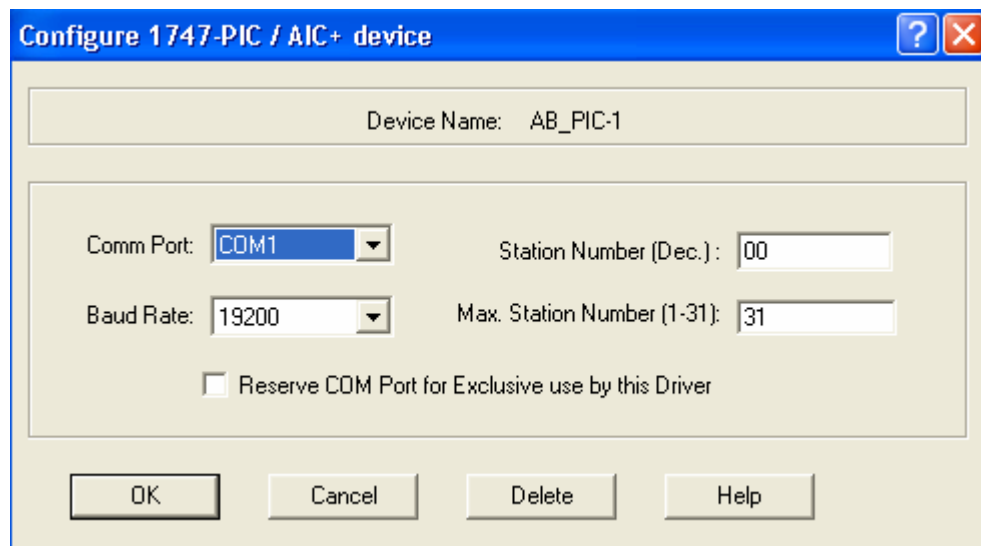

Figura 3.6 Configuración de driver 1747-PIC.
6. Seleccione “Add New” y oprima el botón “OK”. Figura 3.6.